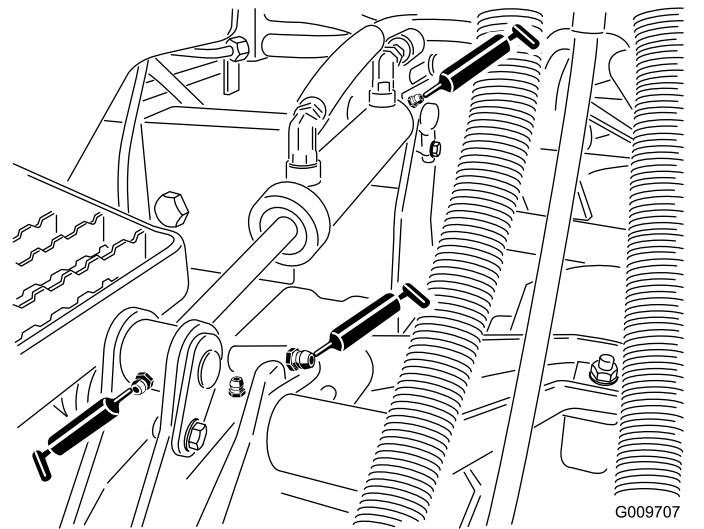

Figura 43
- Casquillos de los brazos de elevación (1 por unidad de corte), como se muestra en la Figura 43
- Casquillos de los cilindros de elevación (2 por unidad de corte), como se muestra en la Figura 43